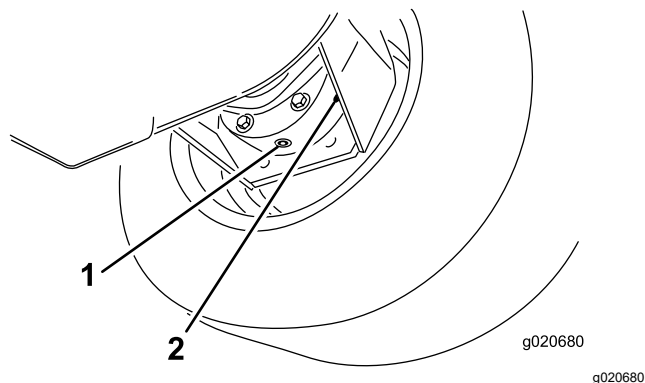

Рисунок 67
3. Подставьте поддон под корпус тормоза, снимите пробку сливного отверстия и дайте маслу стечь (Рисунок 67).